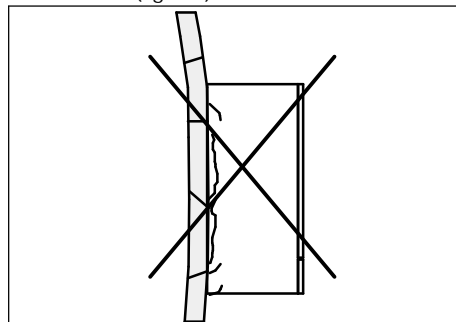

fig. 3.2
- La caldaia deve essere fissata ad una parete resistente (fig. 3.2).